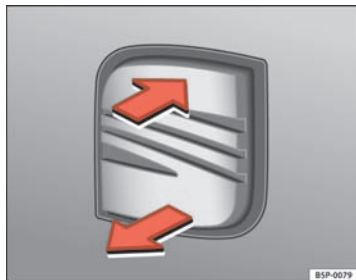

Fig. 74 Coffre à bagages :
- Tirez sur la poignée ⇒ fig. 74 et soulevez le hayon en même temps.